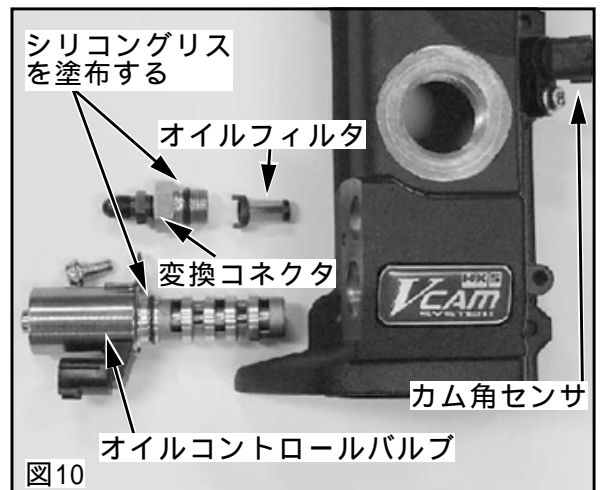

図10
(P2×1, P3×1, P5×1, P6×1) 〔図10〕
- (1) 変換コネクタに、AN4のコネクタを取付ける。テーパのネジ部はNPT1/8なので、シールテープ又は配管シール剤を塗布し、締過ぎのないようにしてください。
- (2) 仮組みされたヘッドカバーを分解した時と逆の手順で、オイルフィルタ、変換コネクタを取付けてください。Oリングにシリコングリスを塗布してください。〔図10〕
- (3) オイルコントロールバルブ(OCV)のOリングにシリコングリスを塗布し、慎重に奥まで差してください。プレートが着座していることを確認してから、ボルトを取付けてください。